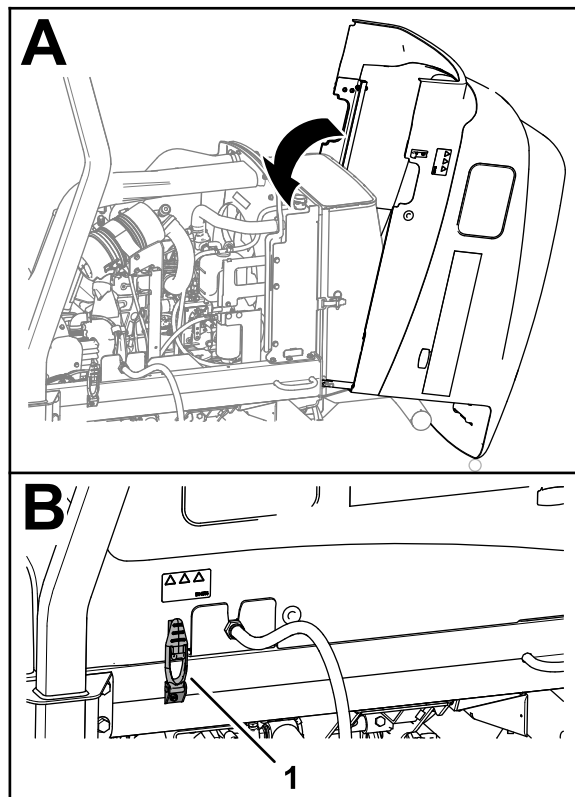

Figura 65
1. Gire cuidadosamente el capó para cerrarlo (Figura 65).